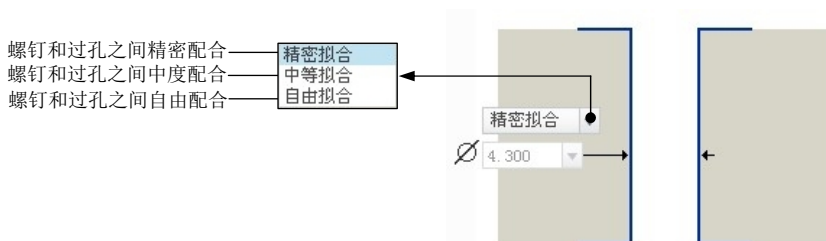

图 3.13.11 螺钉过孔
(4) 螺钉过孔形式。有三种形式的过孔：
- 在操控板中取消选择、和，选择“间隙孔”，再单击形状按钮，则螺孔形式如图 3.13.11 所示。